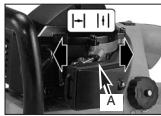

Fig. 3B
4. Su aparato viene diseñado con 2 posiciones de choke. CHOKE "I" y RUN "II". Mueve la palanca de choke (A) a CHOKE "I" (Fig. 3B).